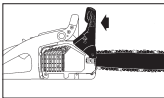

Fig. 7A
1. Die Kettenbremse ist ENTKUPPELT (Kette kann sich bewegen), wenn der BREMSHEBEL NACH HINTEN GEZOGEN UND ARRETIIERT IST (Abb. 7A).